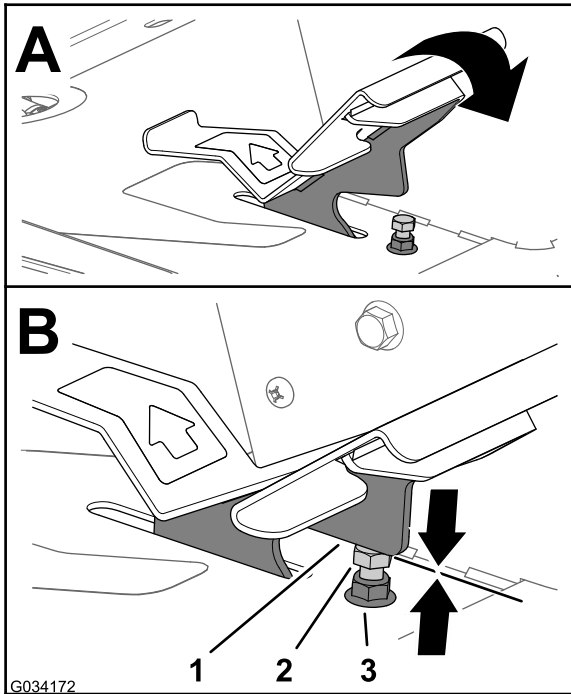
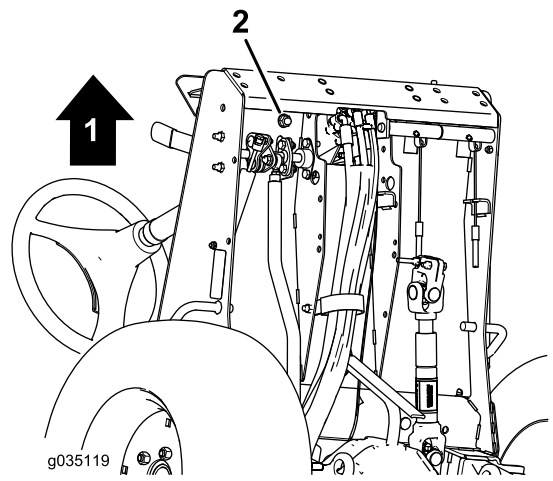

Figura 75
Figura 76
1. Pise el pedal de tracción a fondo (hacia adelante) (Figura 75).
- A. Sujete el tope del pedal de tracción (Figura 75) con una llave inglesa.
- B. Afloje la contratuerca situada por debajo de la placa del reposapiés (Figura 76).
- C. Mueva el pedal de tracción en la posición de velocidad máxima hacia adelante (Figura 75).
- D. Mientras sujeta el tope del pedal de tracción, ajuste la contratuerca situada encima de la placa del reposapiés (Figura 75) hasta que el pedal de tracción entre en contacto con el tope.
- F. Mientras sujeta el tope del pedal de tracción, apriete la contratuerca situada debajo de la placa del reposapiés (Figura 75 y Figura 76) a entre 37 y 45 N·m.